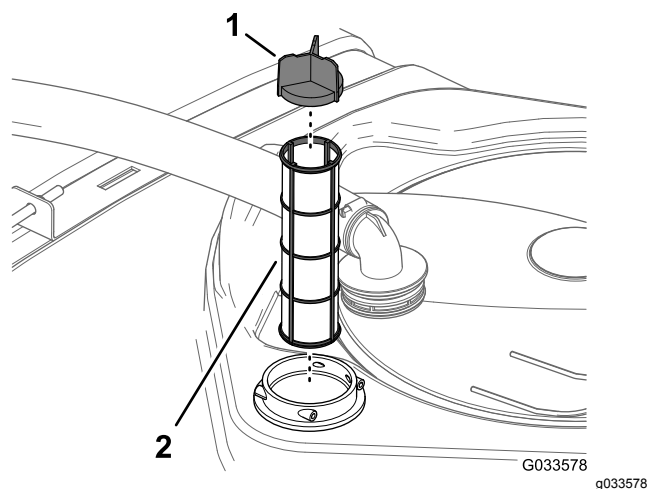

図 78
4. フィルタハウジングタンク内部からストレーナを取り出す 図 78。